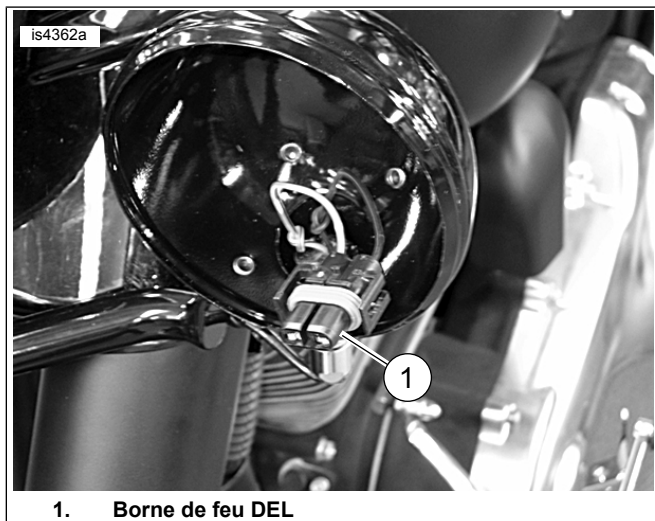

Figure 2. Borne de feu DEL auxiliaire
- Consultez Figure 2 . Placez la bague de positionnement intérieure sur l'ampoule. Connectez l'ampoule au connecteur de l'article (1).